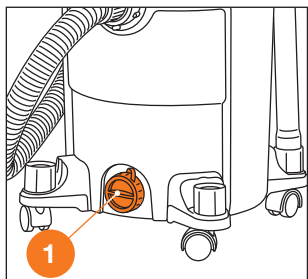
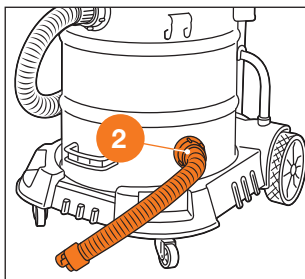

Рис. 18
Рис. 19
ся). Немедленно выключите пылесос и отключите от питающей сети. Подставьте подходящую емкость, открутите сливную пробку ❶ и слейте жидкость **DAVC 2500SD / 2514S / 2516S / 6025S** (Рис. 18) для модели **DAVC 6030S** открутите сливную пробку, опустите шланг ❷ и слейте жидкость (Рис. 19). После завершения слива жидкости установите пробку на место.